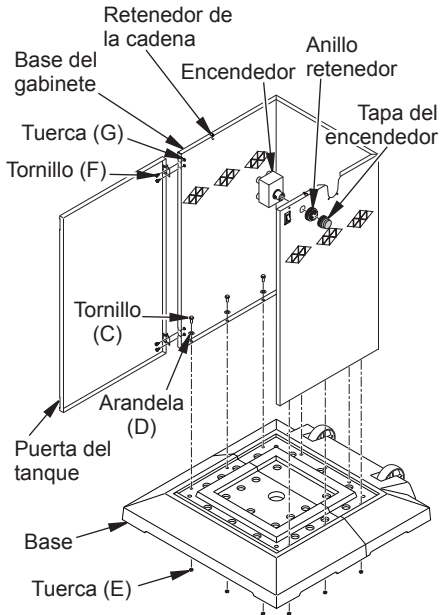

Figura 4 - Conjunto de la base del gabinete
3. Coloque la base del gabinete sobre su parte posterior con cuidado para no rayar la pintura (utilice un bloque de espuma de empaque como soporte para la parte trasera superior de la base del gabinete). Alinee los orificios en los bordes inferiores de la base del gabinete con los orificios que se encuentran en la base, como se muestra en la figura 4. Fíjelos con 1 tornillo (C), 1 arandela (D) y 1 tuerca (E) para cada uno de los 9 orificios (consulte la figura 4). Coloque el conjunto en posición vertical.
4. Instale los anillos retenedores (ganchos en "S") a los bordes superiores de la base del gabinete como se muestra en la figura 4.
5. Instale el encendedor electrónico a través de la pared del gabinete, como se muestra en la figura 4. Apriete con la mano.
6. Fije la puerta del tanque al gabinete con 4 tornillos (F) y 4 tuercas (G), como se muestra en la figura 4. Coloque todo el conjunto a un lado.